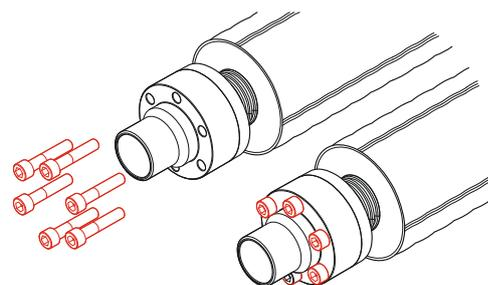

Рис. 4.5.8
8. Вставить крепежные болты, вкрутить их во фланец на 2-3 оборота (рис. 4.5.8). Затянуть болты до полного исчезновения зазора между корпусом и фланцем.